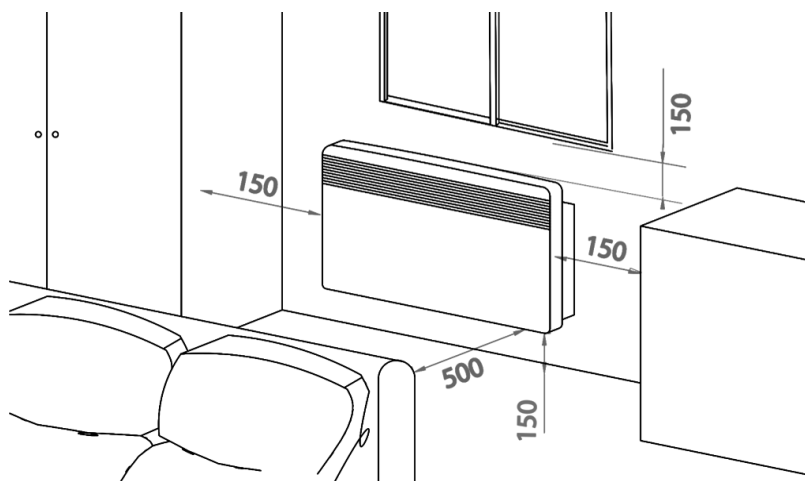

Рис. 2
- При монтаже на стену устанавливайте прибор так, чтобы обеспечить свободное пространство для циркуляции воздуха (минимум по 150 мм спереди, справа и слева, сверху и снизу) (См. Рис.2).